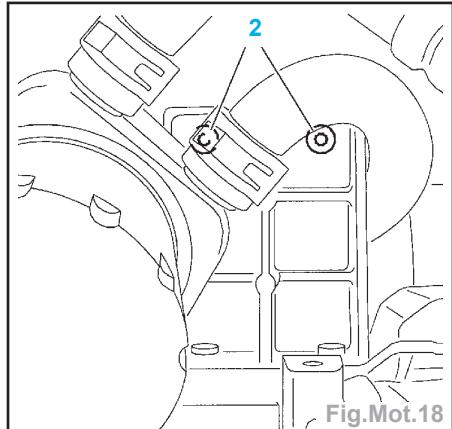

Fig.Mot.18
- Déposer les 2 vis (2) (à proximité du filtre à huile) (Fig.Mot.18).